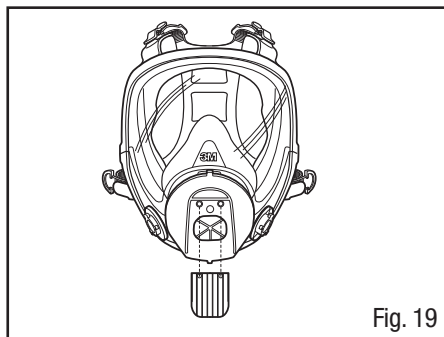

Fig. 19
4. Coloca el repuesto nuevo de la válvula de exhalación sobre el puerto de exhalación insertando los vástagos y empujándolos a través del extremo opuesto hasta que estén colocados en su lugar (Fig. 19 y 20). Empuja lateralmente sobre los vástagos de la válvula para asegurarte de que estén bien asentados.